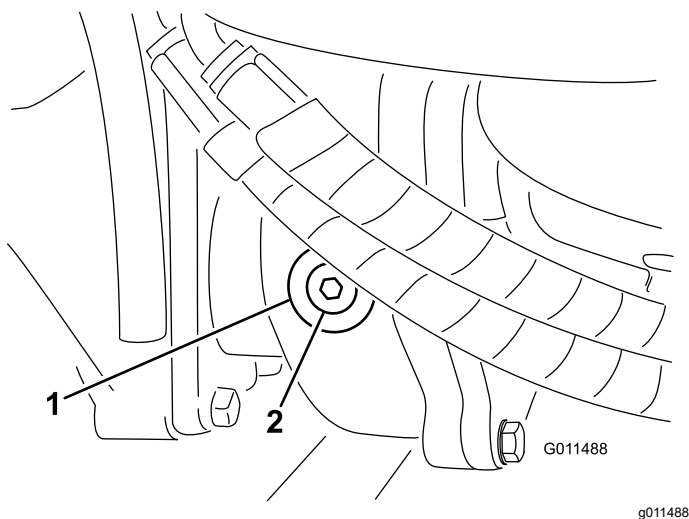

Рисунок 108
2. Снимите пробку контрольного/заливного отверстия с левой стороны редуктора и убедитесь, что масло доходит до нижней кромки отверстия (Рисунок 108).